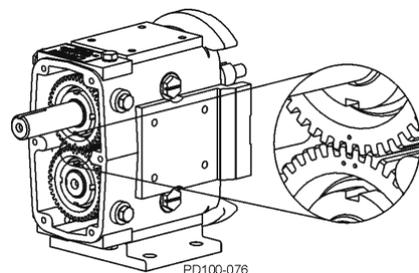

Ilustración 60 - Marcas del engranaje de sincronismo
3. Deslice el engranaje corto para el eje en el eje corto. El engranaje corto para el eje tiene dos punzones para marcar en el engranaje. Cruce el punzón único para marcar en el engranaje impulsor con los dos punzones para marcar en el engranaje corto para el eje (Ilustración 60).